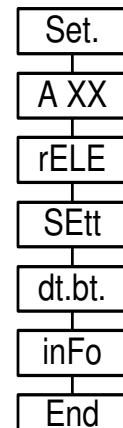

Рис. 1
10.5 Вход в режим настройки осуществляется нажатием на обе кнопки сразу – появится индикация **Set** (настройка) и приглашение ввода адреса настраиваемого устройства. После правильного ввода адреса (указан в паспорте БК) высвечивается «rELE» происходит вход в основное меню (рис.1). Выход из режима настройки произойдет самой собой в конце меню настройки.